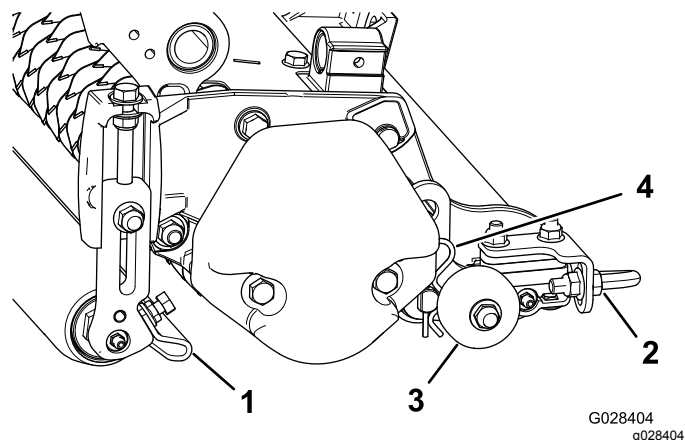

Figure 12
1. Desserrez les écrous à embase qui fixent les racloirs de rouleaux (Figure 12).
Avant d'abaisser les verticutters au sol ou de les déposer du groupe de déplacement, abaissez les rouleaux de transport (Figure 12) pour ne pas endommager les lames au contact de la surface dure.